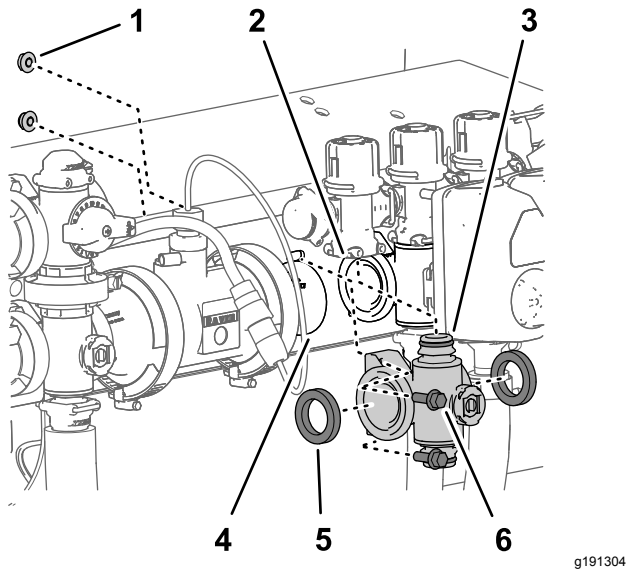

Figura 112
4. Rimuovete, dal collettore della valvola della sezione sinistra o destra, i 2 bulloni a testa flangiata ( $\frac{1}{4}$ " x  $\frac{3}{4}$ "") e i 2 dadi di bloccaggio flangiati ( $\frac{1}{4}$ "") che fissano il collettore al supporto della valvola (Figura 112).
5. Abbassate il collettore della valvola della sezione e le guarnizioni per liberare la valvola di bypass della sezione, quindi allontanateli dalla macchina (Figura 112).